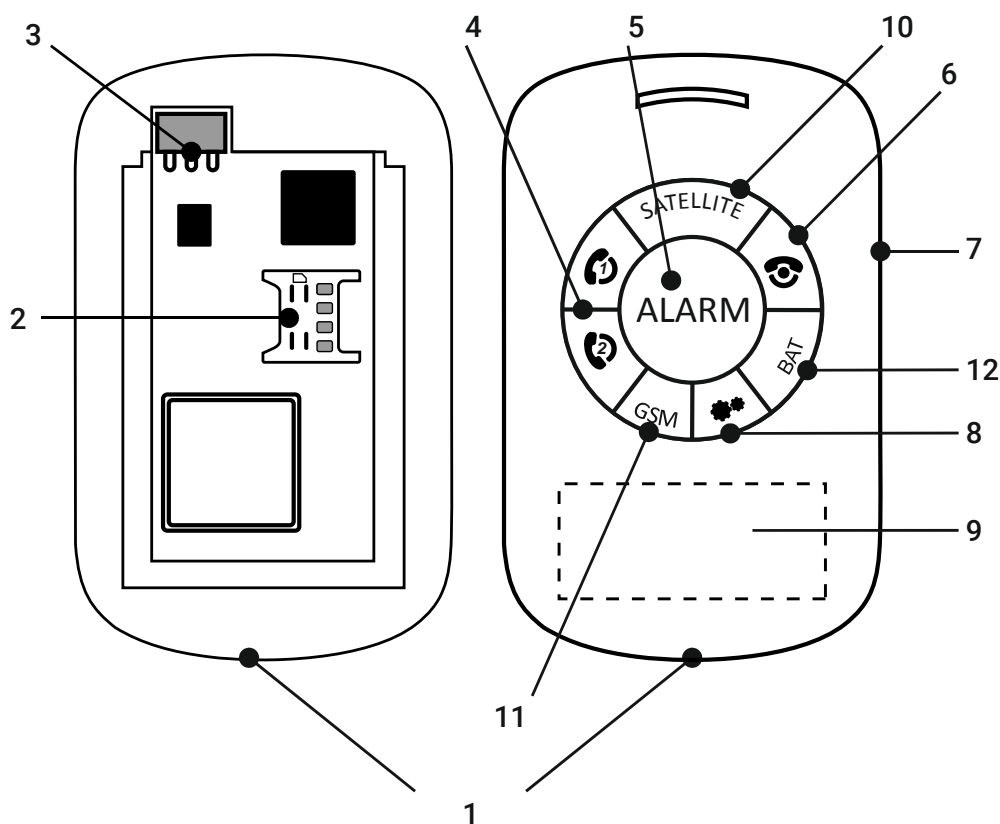

Рисунок 1 – Внешний вид прибора и размещение основных его элементов
- Размещайте GPS-антенной вверх (рис. 1);